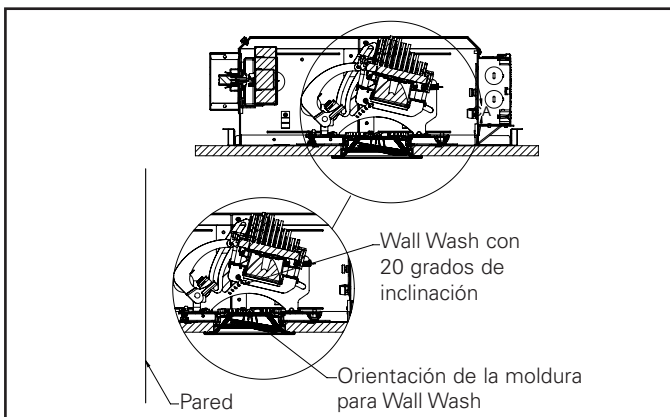

Figura 23
Para las molduras de bañado de pared, la condición óptima es un ángulo de inclinación de 15 grados y una óptica de 70 grados, y para el bañado de pared doble, el ángulo de inclinación debe ser de 0 grados (Figura 23).
7. Si se utiliza una moldura para Wall Wash o una moldura ajustable, el ángulo de la lente de la moldura debe alinearse con la dirección y el ángulo del cabezal del mecanismo (Figura 23).